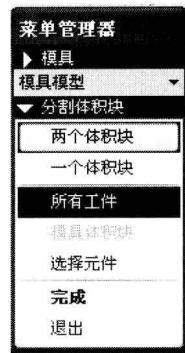

图 1-25 菜单管理器
(1) 在下拉菜单编辑中选择“分割”命令，弹出菜单管理器，如图 1-25 所示。